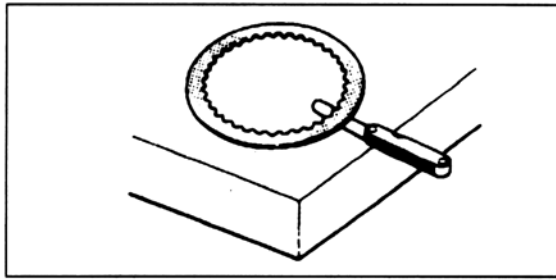

Bild 78
- Ölpumpenantriebskettenrad auf Beschädigungen untersuchen. Verschleißgrenze Innendurchmesser 32,10 mm (Bild 78).